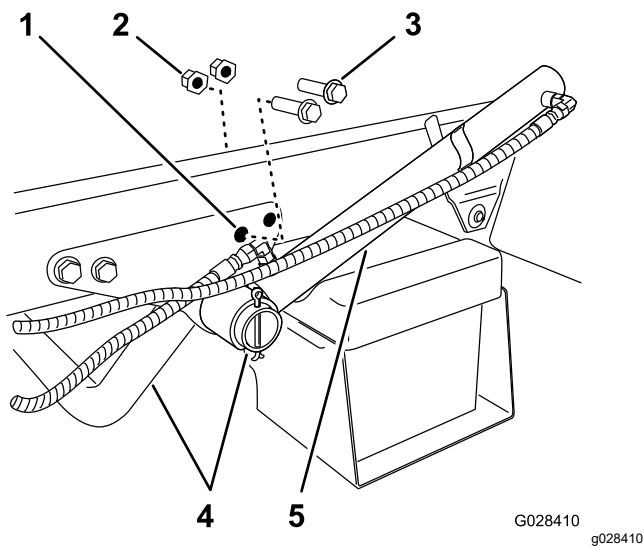

図 6
1. エンジンチューブ用のサポートブラケットを車体フレームに固定している後ろ側フランジヘッドボルト 2 本とフランジロックナット 2 個を外す 図 6。
2. タンクスキッド用ホールドダウンブラケットを取り付ける隙間を作るために、昇降シリンダの位置を変える (図 6)。